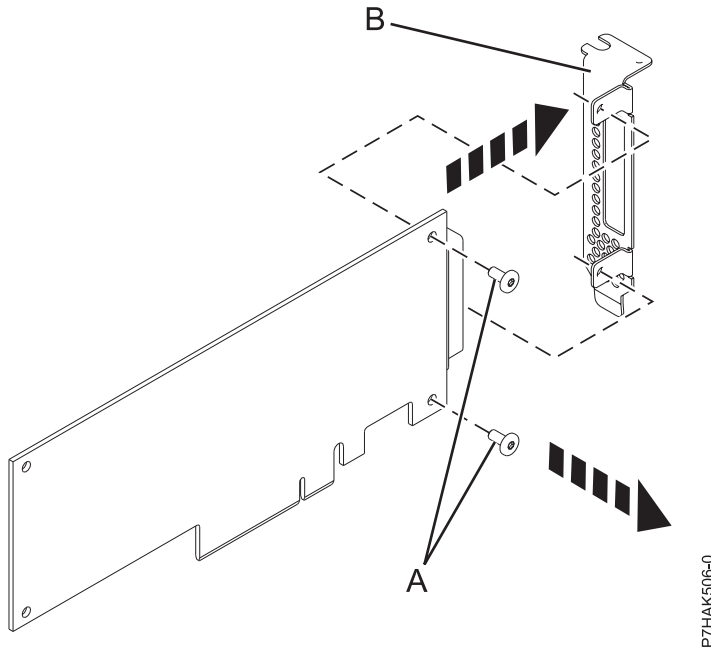

Abbildung 76. Kurzen Haltesteg aus einem PCIe-Adapter ausbauen
- Entfernen Sie mit einem Kreuzschlitz-Schraubendreher die beiden Schrauben (A), mit denen der Haltesteg (B) am PCIe-Adapter befestigt ist, wie in Abb. 76 dargestellt.